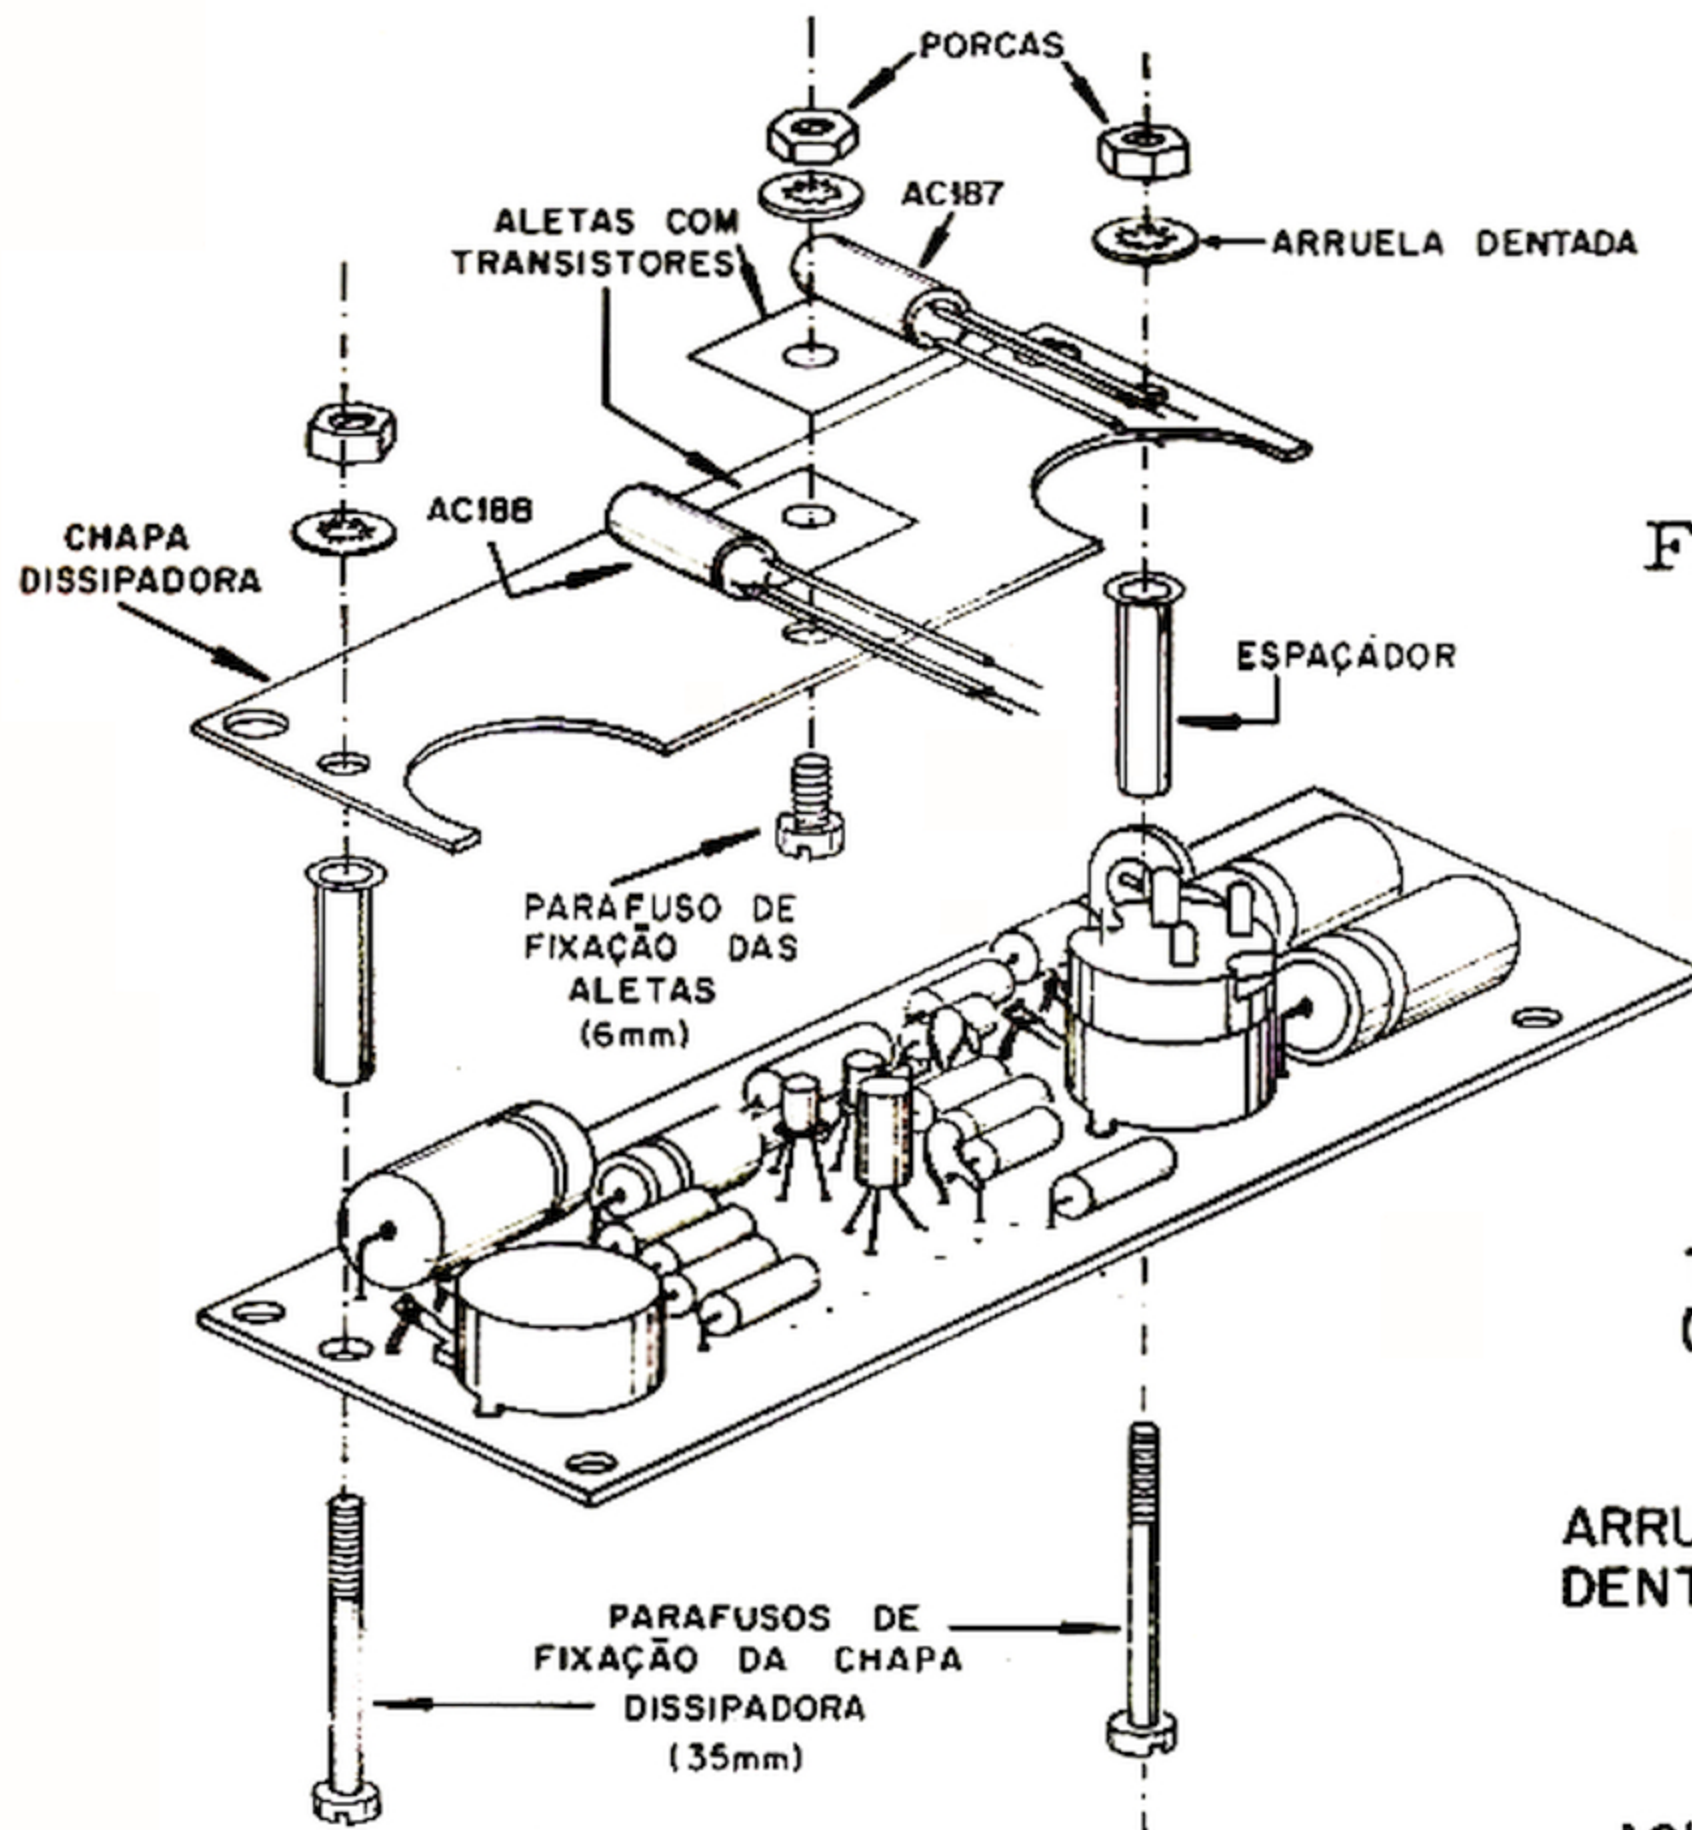

Figura 13 - Montagem das aletas e do dissipador de calor.
- 17 - Fixe as aletas no dissipador térmico (chapa de alumínio), mediante parafuso (de 6mm) e porca (a porca deve ficar do mesmo lado que as aletas). Consulte a figura 13 e coloque os transistores na posição correta.
- 19 - Fixe o dissipador na chapa de fiação impressa, utilizando os parafusos de 35mm, as porcas e os espaçadores (tubos niquelados). Oriente-se pela figura 13.